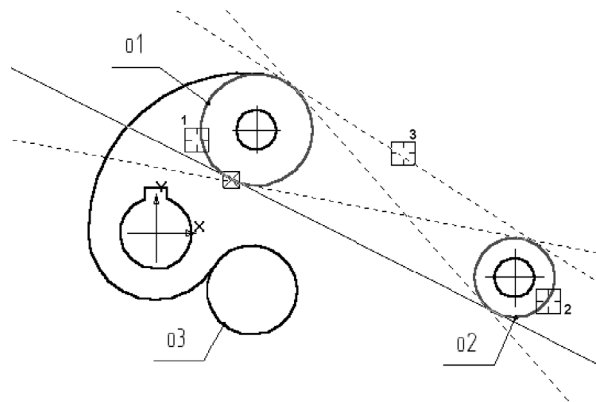

Рис. 27.9. Выбор варианта касательной прямой
1. В ответ на запрос системы **Укажите первую кривую для построения касательной прямой** укажите окружность о1 (курсор 1 на рис. 27.9).
- Сделайте текущим верхний наружный фантом щелчком мыши (курсор 3 на рис. 27.9). Зафиксируйте касательную повторным щелчком на фантоме.